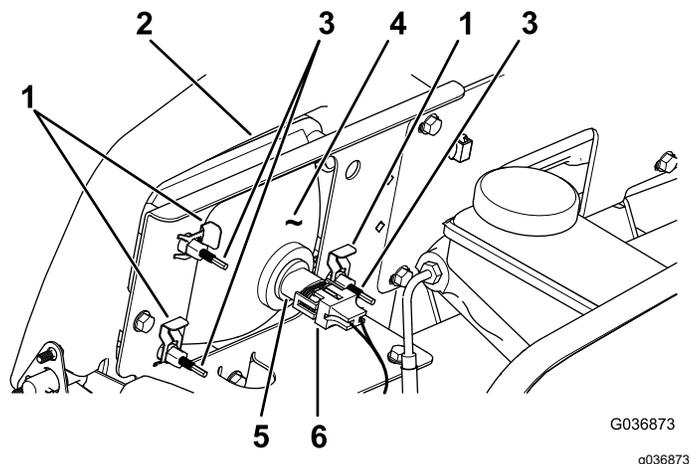

Figura 52
3. Desligue o conector elétrico para a cablagem do conector do conjunto da lâmpada (Figura 52).
4. Retire os cliques rápidos que fixam o farol ao respetivo suporte (Figura 52).
5. Retire o conjunto do farol movendo-o para a frente através da abertura no pára-choques dianteiro (Figura 52).
6. Instale o novo farol através da abertura no pára-choques (Figura 52).
8. Ligue o conector elétrico para a cablagem ao conector do conjunto da lâmpada (Figura 52).
2. Na parte traseira do conjunto de faróis, rode os parafusos de ajuste (Figura 52) para inclinar o conjunto dos faróis e alinhar a posição do feixe.